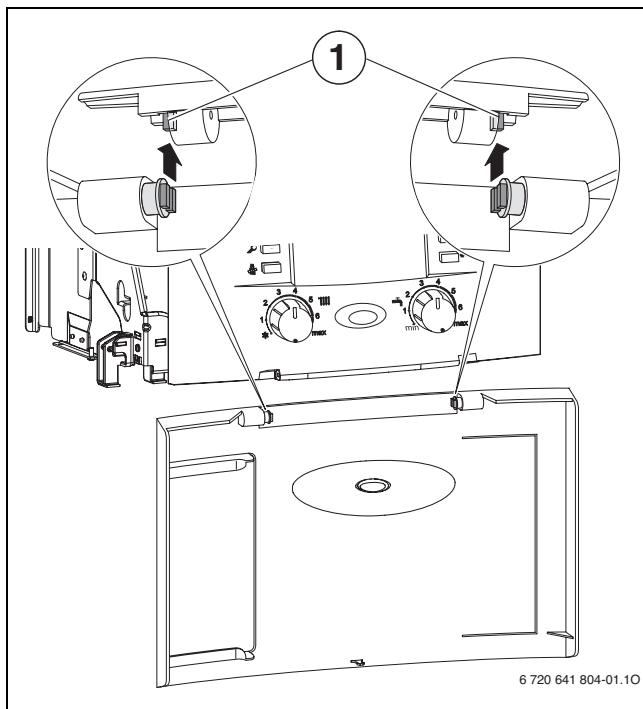

Fig. 12
- ▶ Comprobar la orientación de las ranuras (1) (→ fig. 12).